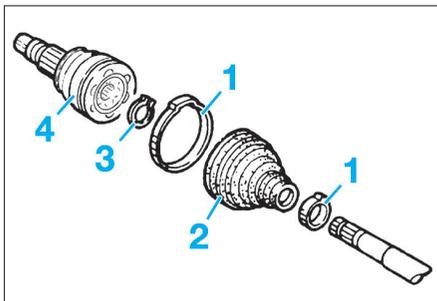
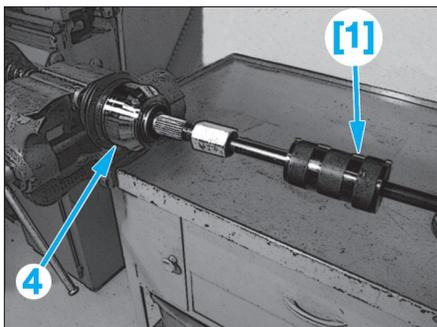

Fig. 7
Fig. 8
- [1]. Extracteur à inertie (**Fig.8**).
- les colliers de fixation (1) du soufflet de transmission (2) (**Fig.7**),
- le circlip (3),
- le joint homocinétique (4) à l'aide de l'outil [1] (**Fig.8**),
- le soufflet de transmission (2) (**Fig.7**).